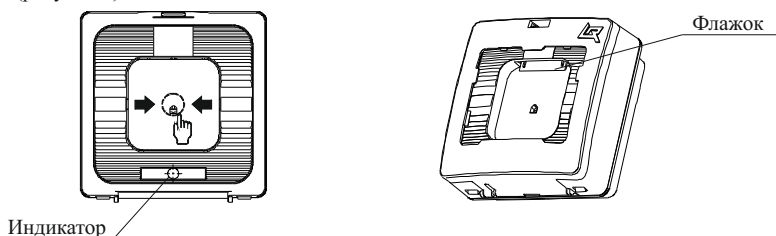

Рисунок 1
б) нажатие на приводной элемент (кнопку) (рисунок 1, раздел 4).
4.1 УДП представляет собой адресное устройство, формирующее сообщение о событии при нажатии на кнопку. Выпадающий цветной флажок является визуальным подтверждением нажатого положения кнопки УДП (рисунок 1).